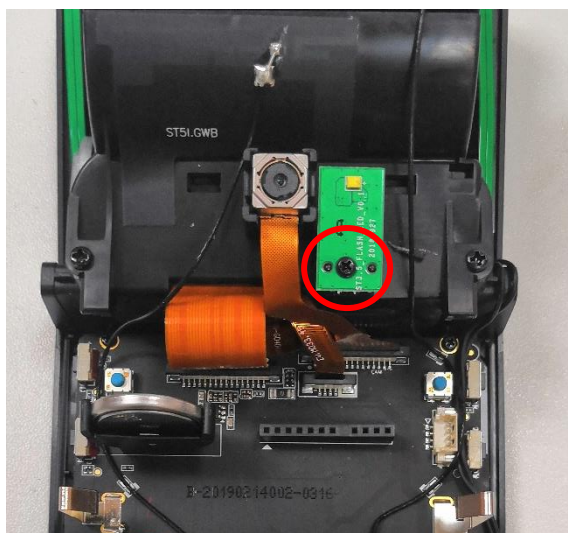

Рисунок 18. Демонтаж модуля вспышки.
18. Установить модуль вспышки в основание принтера, ориентируя его диодом вверх. Зафиксировать сборку саморезом (**Рисунок 18**).